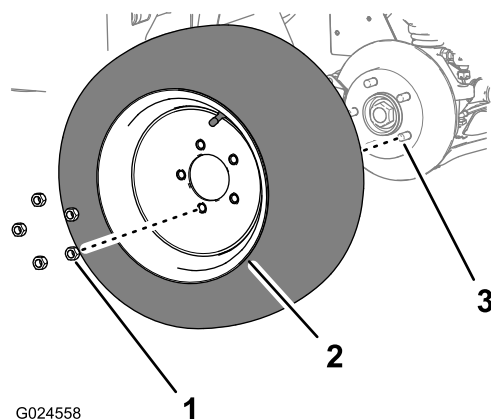

Figura 16
1. Retire as cinco porcas de rodas que prendem a roda dianteira ao cubo da roda (Figura 16).
2. Retire a roda do cubo da roda (Figura 16).